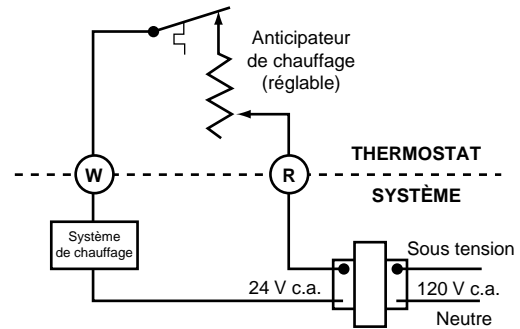

Figure 2. Schéma de câblage typique
3. Faites passer les fils dans l'ouverture au centre du thermostat et raccordez les fils sur les bornes à vis (figures 2 et 3).